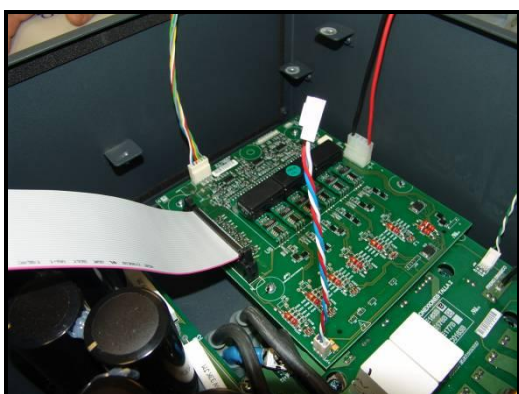

Figura 7.2.9 Extracción tarjeta gate drive.
Consultar la figura 7.2.9:
- 7) Colocamos la tarjeta en su posición correcta como muestra la Figura 7.2.9, encarando los agujeros.